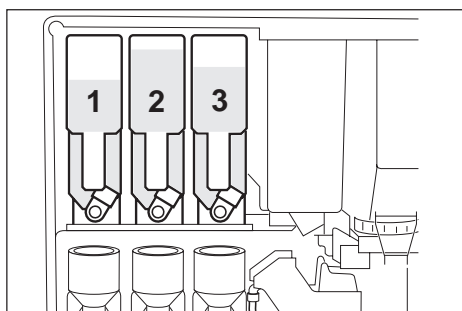

Fig. 13
- Provvedere al riempimento del serbatoio dell'acqua del mobile (tranne che per le versioni con attacco diretto alla rete), del contenitore caffè in grani (1) e dei contenitori dei prodotti liofilizzati (2) curandosi di non riempire questi ultimi oltre i 2/3 della loro capacità massima e di inserirli nella corretta posizione (Pos.1 Thè o altre bevande, Pos.2 Cioccolato, Pos.3 Latte) (Fig. 13).